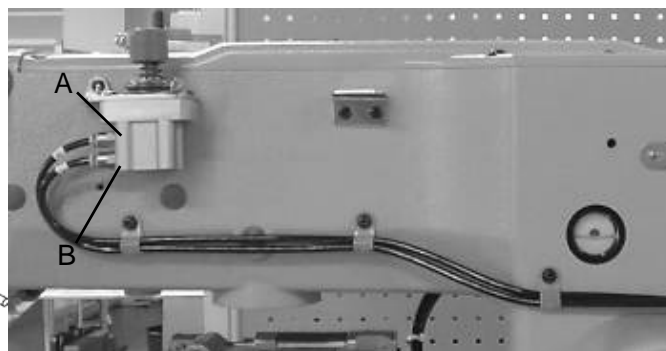

図 3
- (4) エアチューブは付属のナイロンクリップを使用して図 3 のようにミシン右側に配管します。